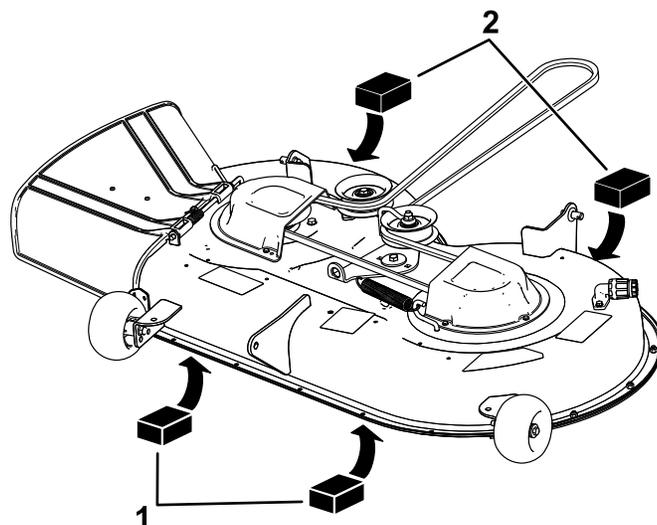

Figura 70
4. Amplasați 2 blocuri, fiecare având o grosime de 6,6 cm, sub fiecare parte a marginii frontale a puii, dar nu sub suporturile rolei anti-scalp (Figura 70).
5. Amplasați 2 blocuri, fiecare având o grosime de 7,3 cm, sub marginea din spate a puii de tăiere, câte unul pe fiecare parte a puii de tăiere (Figura 70).